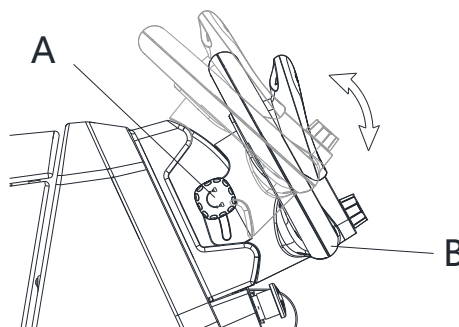

Figure 8
2. Dévisser le bouton de verrouillage de la poignée (5) jusqu'à ce que le guidon (B, Fig. 8) puisse être déplacé.
3. Régler à l'angle de fonctionnement et verrouiller par le bouton de verrouillage de la poignée (A).